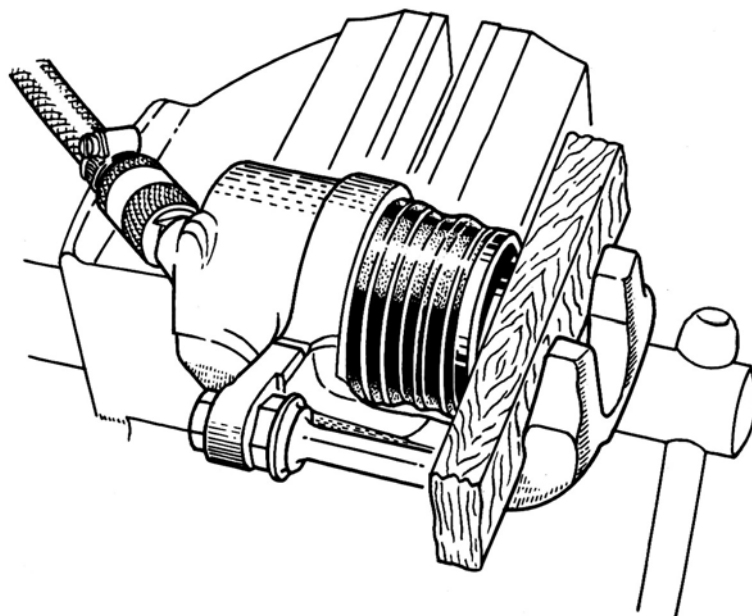

Рис. 7.18. Разборка корпуса скобы
- установить между поршнем и корпусом деревянный брусок толщиной 20-25 мм (рис. 7.18);